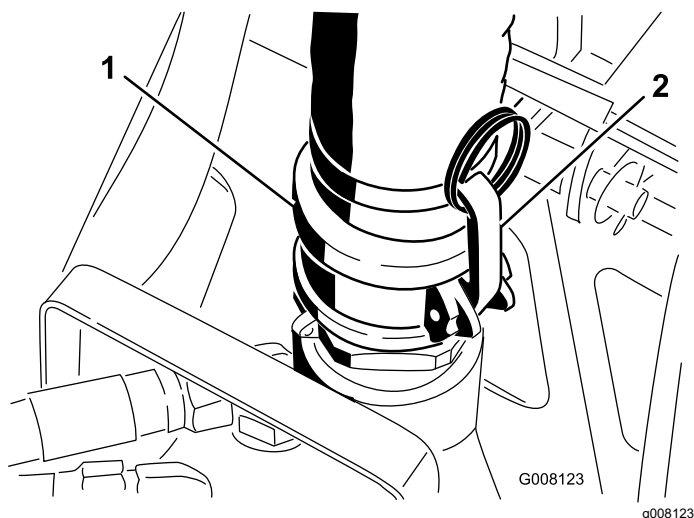

Рисунок 13
3. Отпустите защелки и отсоедините выпускной шланг от насоса (Рисунок 13).
15. Подсоедините выпускной шланг к насосу и зафиксируйте защелками (Рисунок 13).